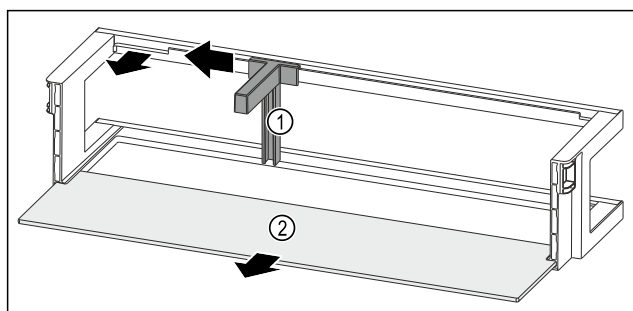

Fig. 224 Balconcino controporta con fermabottiglie e ripiano
- Spingere il fermabottiglie Fig. 224 (1) lateralmente fino all'incavo.
- Rimuovere il fermabottiglie Fig. 224 (1).
- Rimuovere il ripiano Fig. 224 (2).